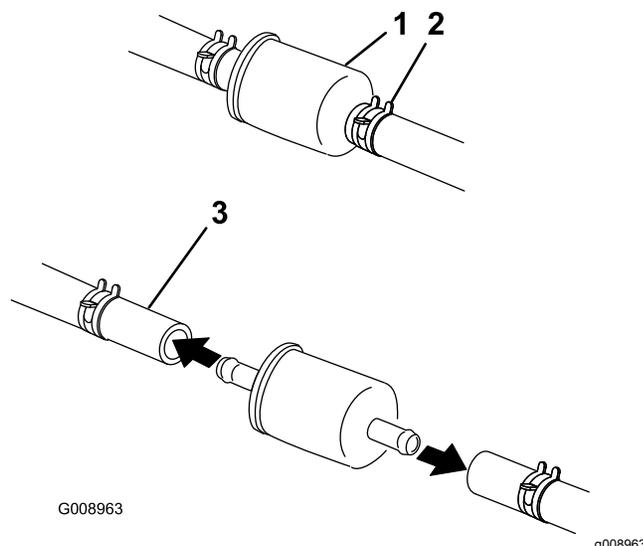

Figura 66
4. Cierre la válvula de cierre de combustible, situada debajo del asiento (Figura 66).
5. Apriete los extremos de las abrazaderas y deslícelas por la manguera alejándolas del filtro (Figura 66).
7. Instale un filtro nuevo y acerque las abrazaderas al filtro (Figura 66).